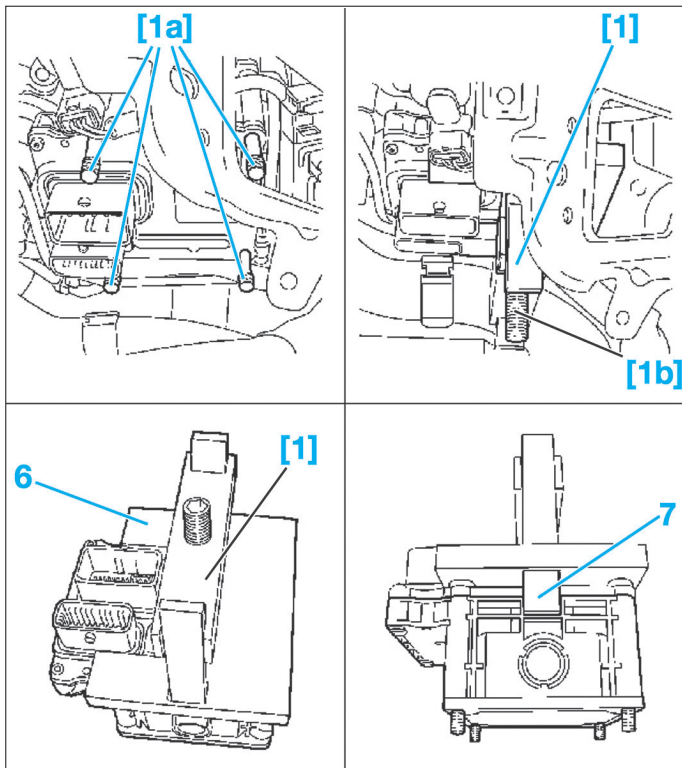

Fig. 38
- [1]. Extracteur (ref. DT-48660) (Fig.38).
- Déposer la vis (3).
- Si équipé, déposer les agrafes (4).
- Déposer les vis (5) du module de commande.
- Serrer à la main les vis [1a] en lieu et place des vis (5) (Fig.38).